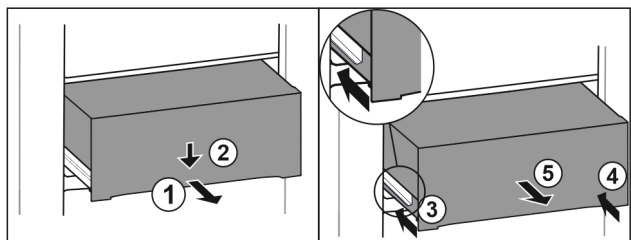

Fig. 106
- ▶ Dra ut utdragslåda till hälften. Fig. 106 (1)
- ▶ Tryck utdragslådan på framsidan nedåt. Fig. 106 (2)
- ▶ Skjut in vänster skena ca 2 cm. Fig. 106 (3)
- ▶ Skjut in höger skena ca 2 cm. Fig. 106 (4)
- ▶ Ta ut utdragslåda genom att dra den framåt. Fig. 106 (5)